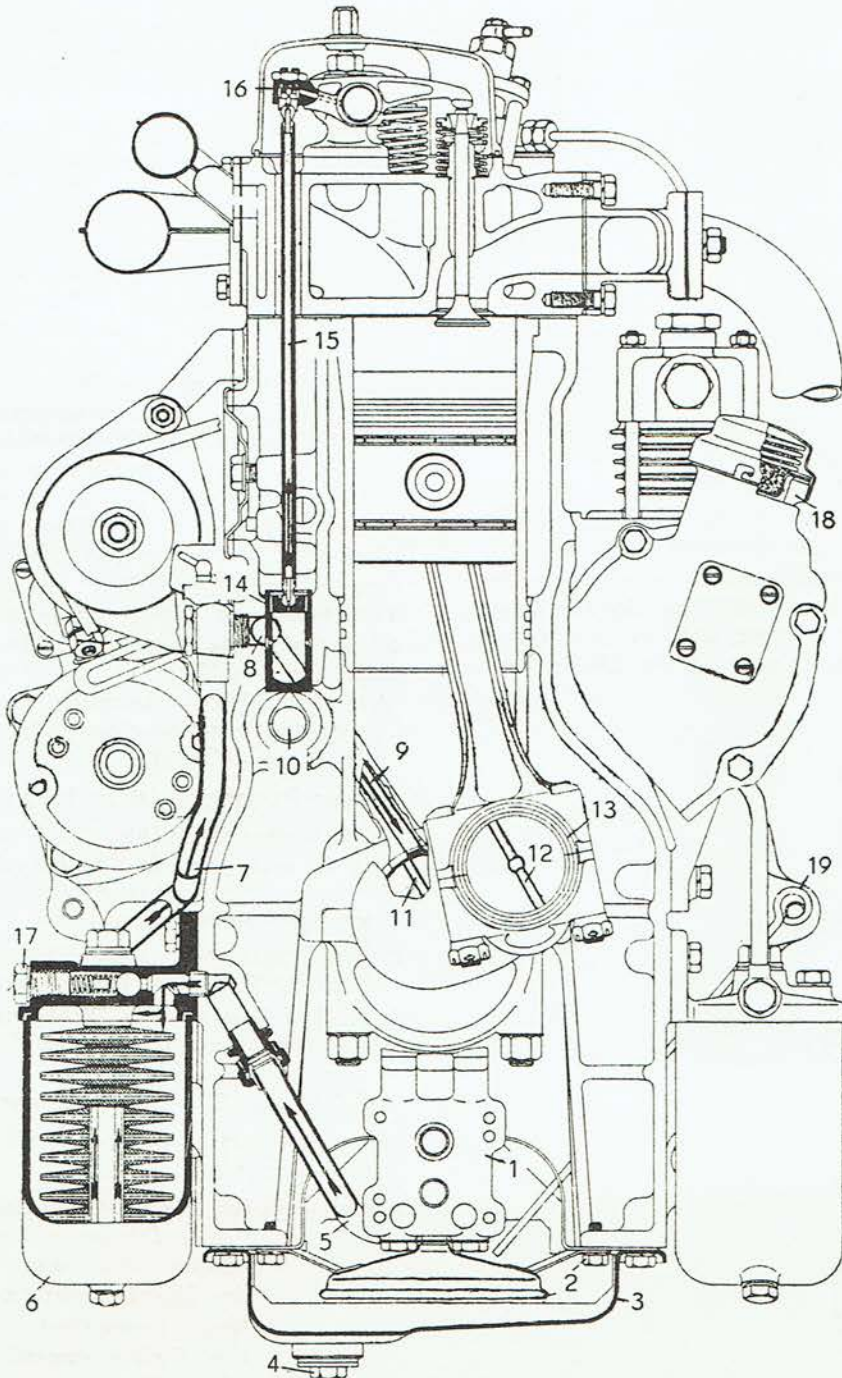
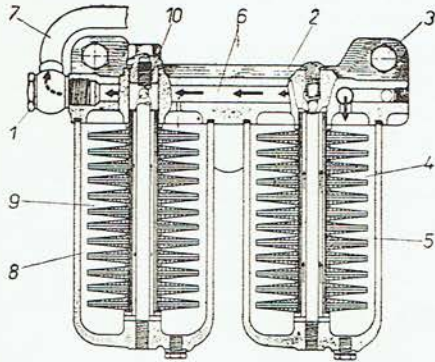
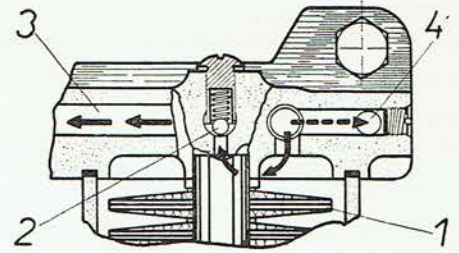

Abb. 11
Abb. 12
Abb. 14
Die Schmieranlage (Abb. 11) ist ein Druck-Umlaufsystem mit nassem Gehäuse. Die Zahnrad-Ölpumpe (1) saugt Öl über den Saugkorb (2) aus dem unteren Deckel (3) an, aus dem das Öl mittels eines Stopfens (4) abgelassen wird. Das Öl wird durch die Rohrleitung (5) durch den ersten Ölfilter (6) gepresst, von hier über eine Rohrleitung (7) in den Hauptölkanal (8) und durch Schmierkanäle (9) zu den Zapfen der Nockenwelle (10) und in die Hauptlager der Kurbelwelle (11) geleitet. Durch gebohrte
1. Die Hohlsschraube 13 (Abb. 12/1) ist aus dem Filterkörper (Abb. 12/2) auszuschrauben.
2. Drei Schrauben M 10×22 (Abb. 12/3) sind auszuschrauben und der ganze Zweistufen-Ölfiler samt Glasgefäßen ist abzunehmen.
Das Drucköl, das von der Pumpe durch ein Rohr geleitet wird, strömt durch den Kanal (Abb. 11/5) über die Filtereinlagen (Abb. 12/4), auf denen sich die Unreinheiten ansetzen. Durch das Entnahmerohr (Abb. 12/5) wird das Öl in den Längs-Hauptkanal (Abb. 12/6) im Filterkörper und über die Hohlsschraube (Abb. 12/1) in das Abflussrohr (Abb. 12/7) geführt. Ein Teil des Öles strömt durch die Öffnung von 1 mm \varnothing in den Feinfilter (Abb. 12/8) und weiter über das Ableitungsrohr (Abb. 12/9) und die Öffnung (Abb. 12/10) in den Kurbelkasten zurück. Erhöht sich der Widerstand der Filtereinlage auf einen Druck von 0,6 atü (verstopfte Einlage — Abb. 14/1), hebt sich die Kugel des Sicherheitsventiles (Abb. 14/2) und das Öl strömt über dieses Ventil direkt in den Längskanal im Filterkörper (Abb. 14/3).
Entsteht ein höherer Druck als jener, auf den das Reduktionsventil (Abb. 11/17) eingestellt ist, verschiebt sich die Kugel und gibt die Öffnung frei, durch die das Öl dann in den Kurbelkasten (Abb. 14/4) zurückfließt. Dadurch vermindert sich der Druck und die mittels einer Feder angepresste Kugel schließt die Öffnung.